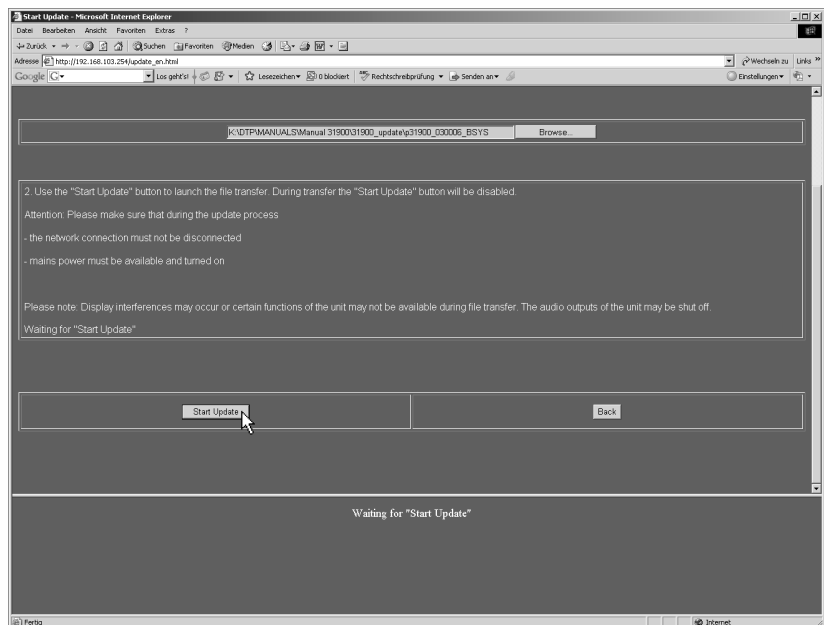

Bild 8-8: Starten des Updates mit der ausgewählten Update-Datei
- Aktivieren Sie über die Schaltfläche „Start Update“ den Software-Transfer (siehe Bild 8-8). **Achten Sie darauf, dass während des Datentransfers keine Unterbrechung der Netzwerkverbindung oder der Stromversorgung auftritt.**